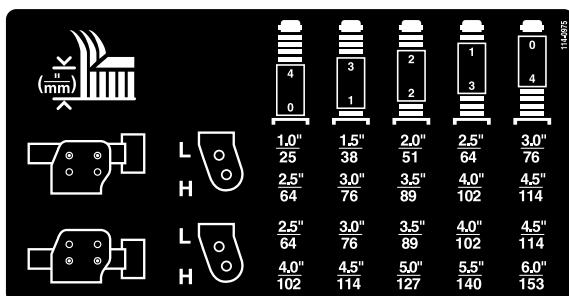

Figura 26
3. Coloque los ejes de las ruedas giratorias en los mismos taladros en todas las horquillas; consulte en la tabla (Figura 26) los taladros correctos para cada altura.